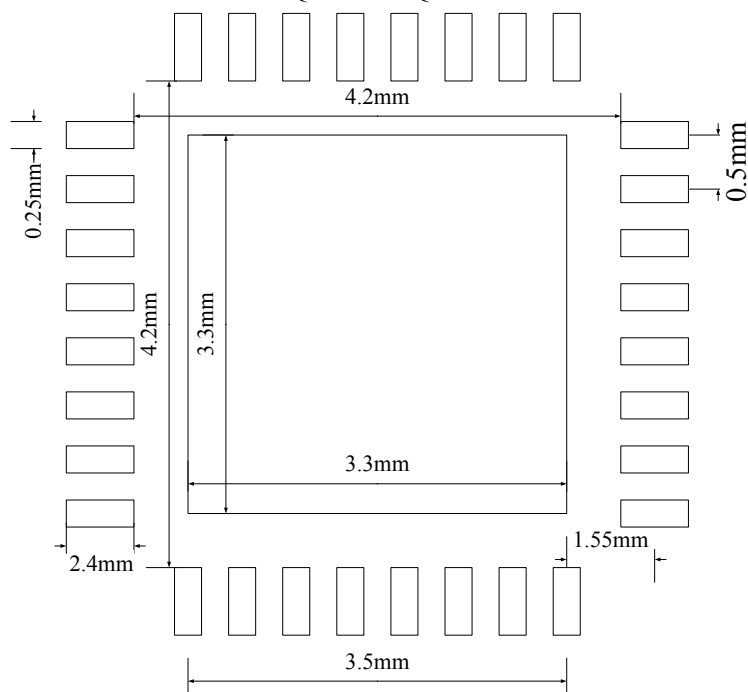

图 16 PCB 推荐尺寸
r) 图 16 推荐的 PCB 焊盘对 LQFP32 或 QFN32 两种封装形式均可适用。